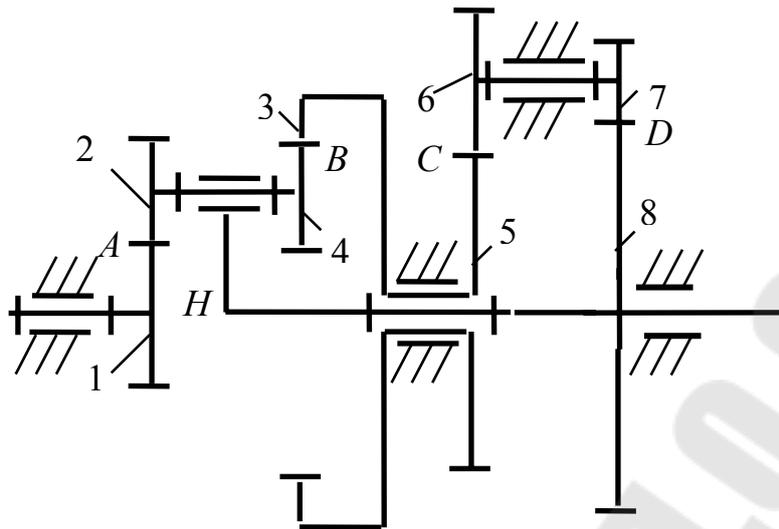

Рис. 1.3
3. Определить угловые скорости звеньев замкнутого дифференциального механизма (рис.1.3), если угловая скорость зубчатого колеса 1 равна  $\omega = 100 \text{ c}^{-1}$ . Исходные данные приведены в табл. 1.3